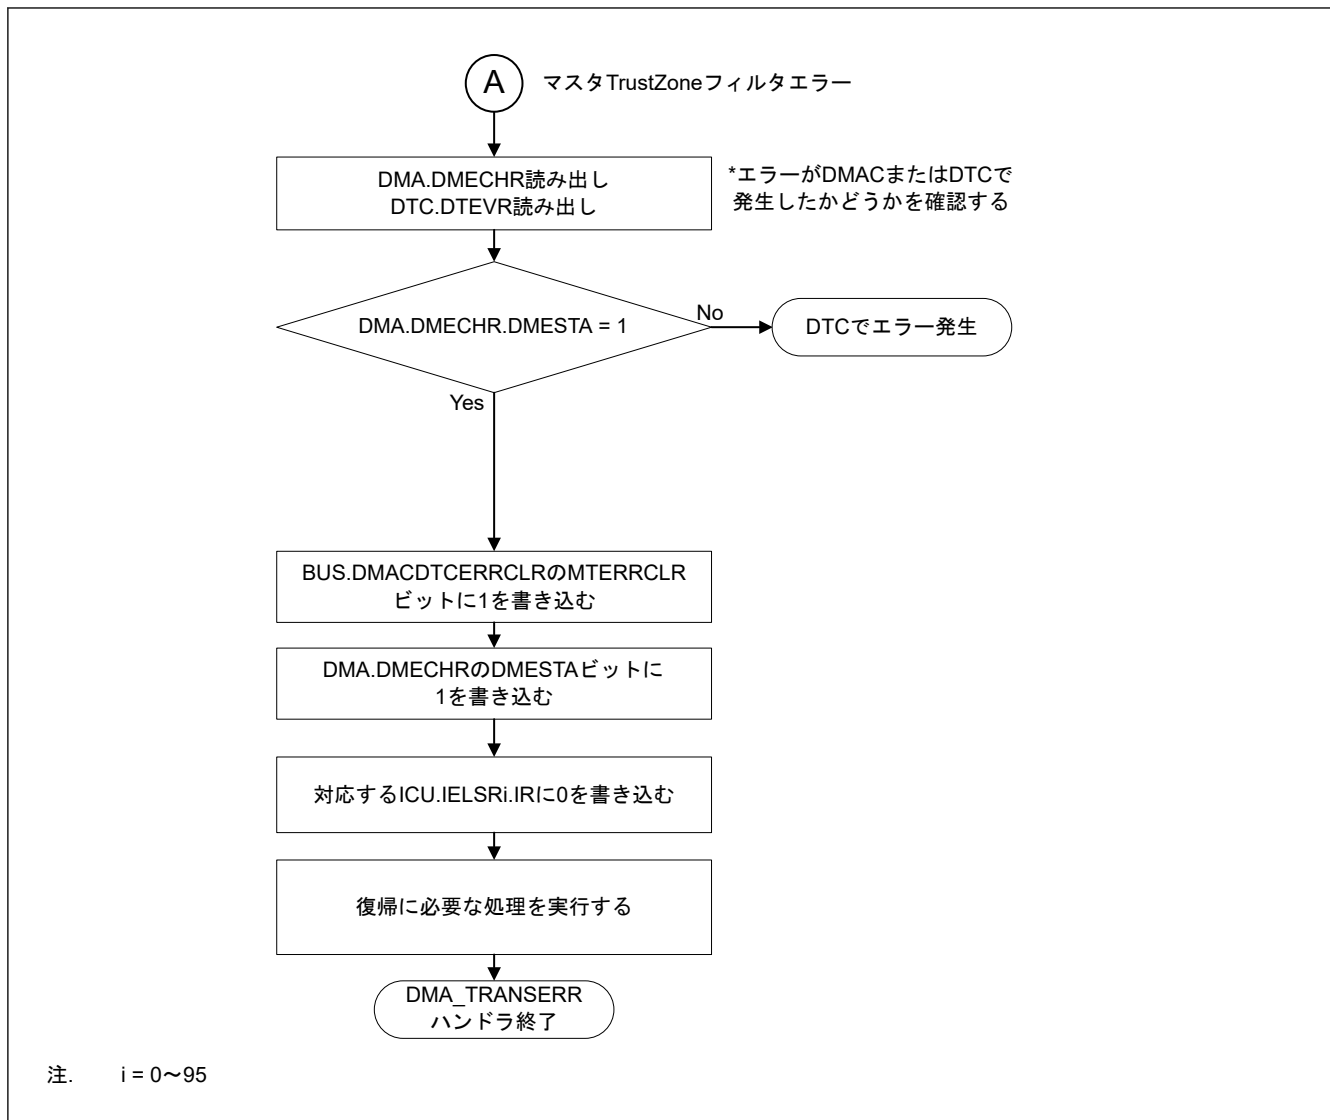

図 15.28 マスタ TrustZone フィルタエラーの DMA\_TRANSERR ハンドラにおける処理
- 図 15.28 に DMAC のマスタ TrustZone フィルタエラーが発生したチャンネルを確認するフローを示します。